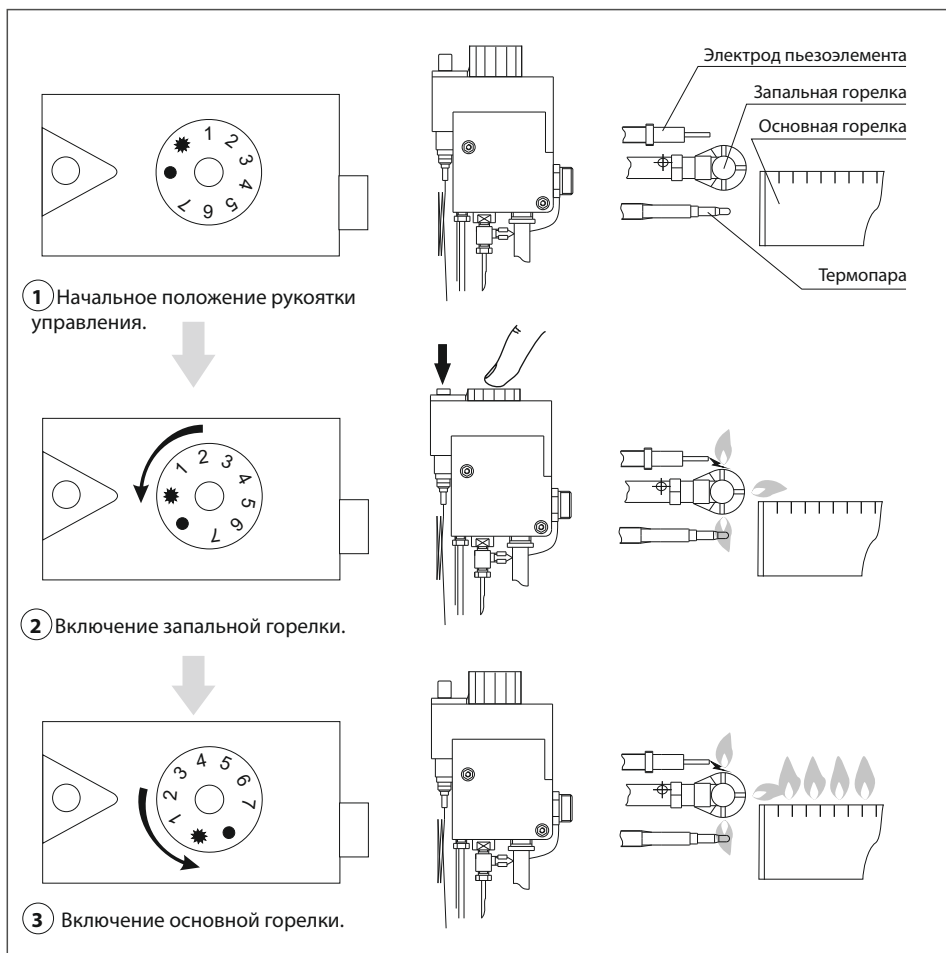

Рис. 9. Пуск котла с газовым клапаном 630 EUROSIT.
7.4.1. Пуск и работа котла (рис.9).